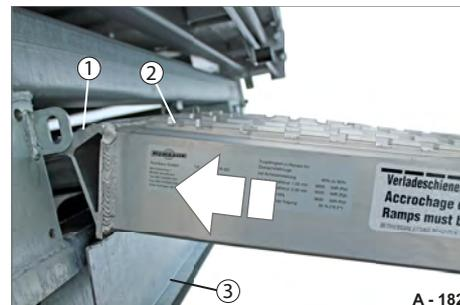

Abb. 193 Auffahrbohlen einsetzen
- ▶ Öffnen Sie die Klappe (Abb. 193/3) der Auffahrbohlen-Schächte - siehe ab Seite **205**.
- ▶ Setzen Sie ein Ende der Auffahrbohle mit Überfahrblech (Abb. 193/1) voraus, in das Auffahrbohlen-Schacht auf.